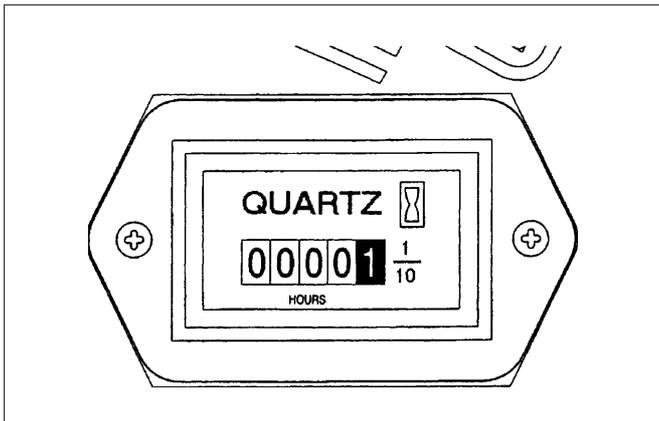

FIG. 13
**FIG. 13 :** Le compteur d'heures indique l'utilisation du moteur et du tracteur pour aider à déterminer les intervalles d'entretien. Le chiffre tout à fait à droite indique les incréments en 1/10ème d'heures.